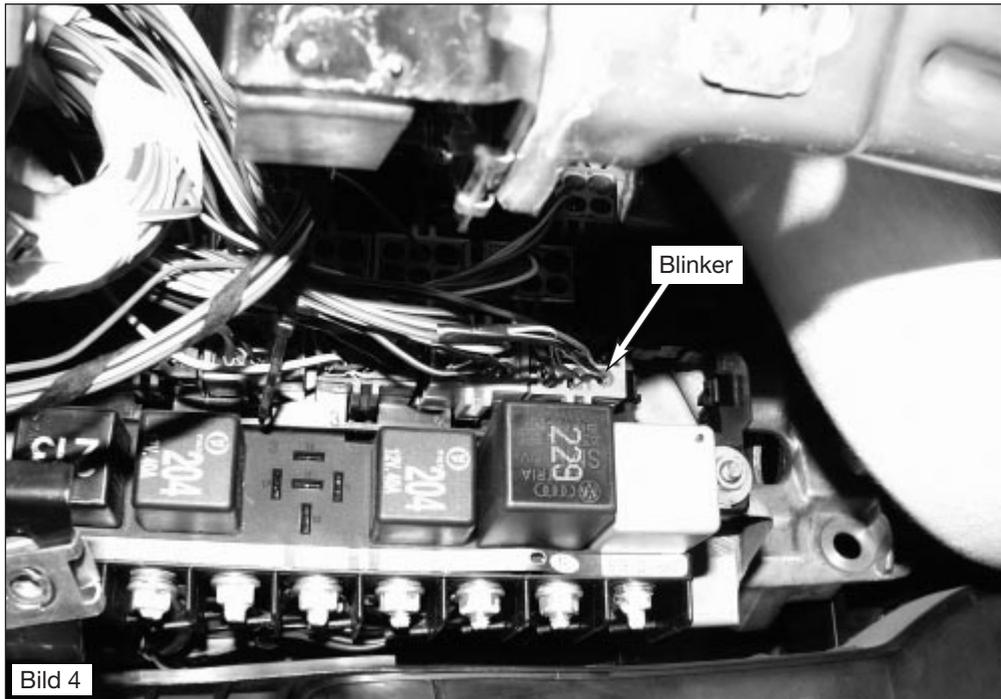

Bild 4
- Verbinden Sie mit Hilfe des Schneidverbinders das schwarz/weiße Kabel der MT-150 mit dem schwarz/weißen Kabel aus dem 3-poligen, blauen Stecker, der sich oberhalb des Sicherungskastens befindet (siehe Bild 4). Verbinden Sie mit Hilfe des Schneidverbinders das schwarz/grüne Kabel der MT-150 mit dem schwarz/grünen Kabel aus dem 3-poligen, blauen Stecker, der sich oberhalb des Sicherungskastens befindet (siehe Bild 4).